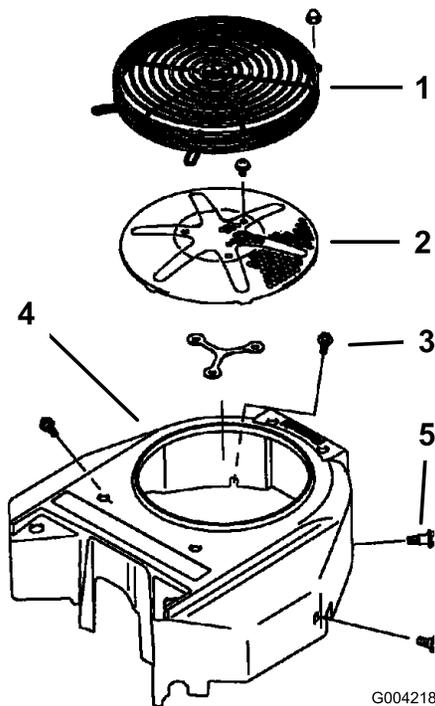

Figura 84
3. Retire la rejilla de entrada de aire, el arrancador de retroceso y la carcasa del ventilador (Figura 84).
5. Instale la rejilla de entrada de aire, el arrancador de retroceso y la carcasa del ventilador (Figura 84).